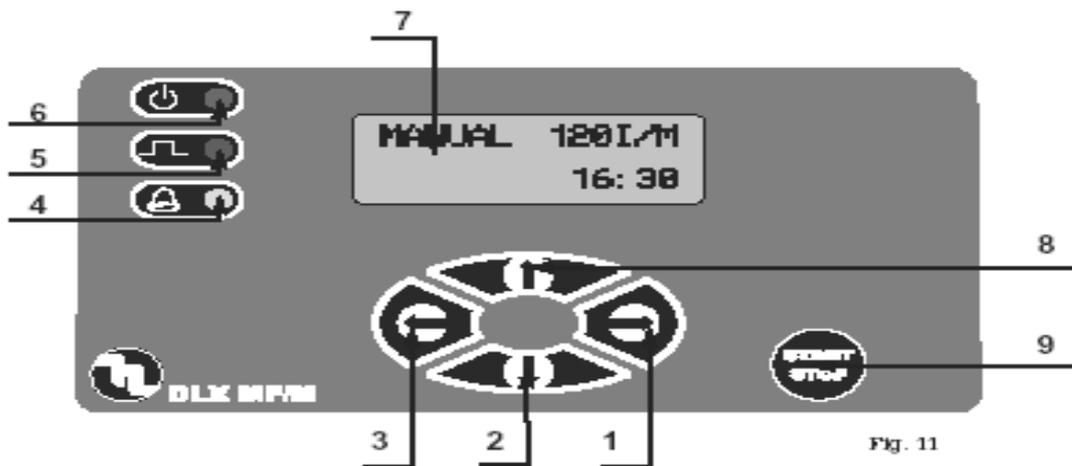

Fig. 11
6.1 – PUMPENKONTROLLE (Fig. 11)